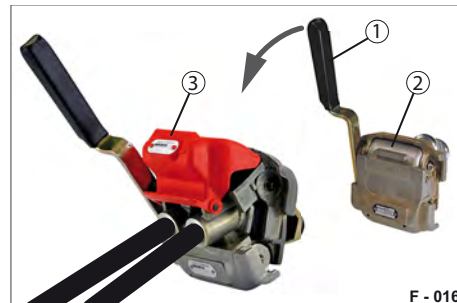

Abb. 22 Duo-Matic, angekuppelt
- ▶ Drücken Sie den Handgriff (Abb. 22/1) der Duo-Matic Schnellkupplungsdose nach unten und schieben Sie den Kupplungskopf (Abb. 22/3) unter die geöffneten Schutzdeckel.